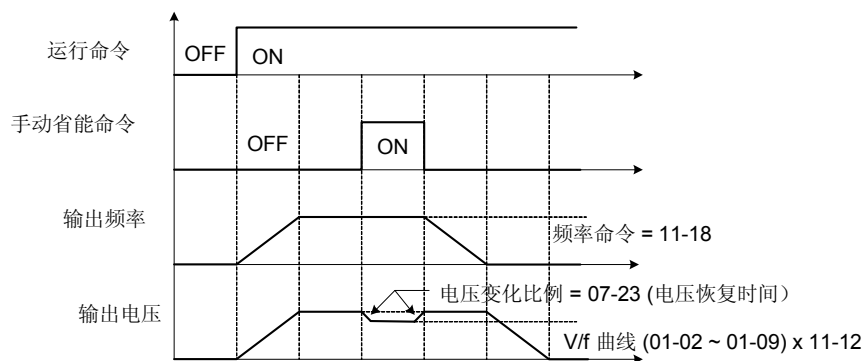

图 4.3.85 手动节省能源操作
(1) 手动节省能源增益(11-12).
(2) 手动省能源频率(11-18)
- 当该参考频率大于 11-18 和电机速度是在允许范围内，则手动省能源命令启动。参考下图 4.3.85 手动省能源操作。